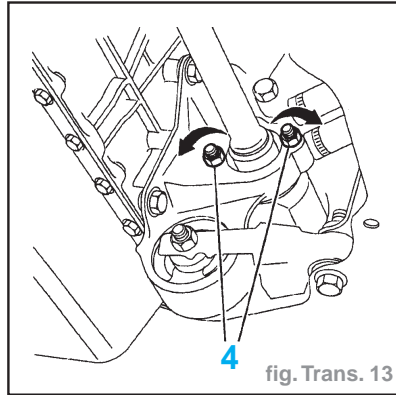

fig. Trans. 13
- Côté droit (fig. Trans. 13) :
- préserrer un écrou de palier (4) à :
- **0,7 daN.m** (BE)
- serrer l'autre écrou de palier (4) à :
- **1,35 daN.m** (BE)